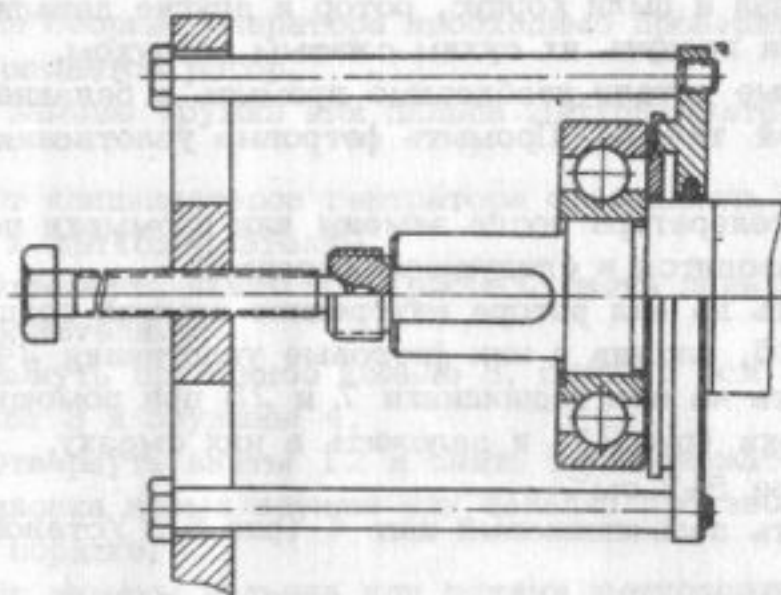

Рис.20. Снятие подшипника
2. Вынуть шпонку 28 (рис.5) и снять подшипники 7 и 23 при помощи съемника и вкладышей (рис.20),